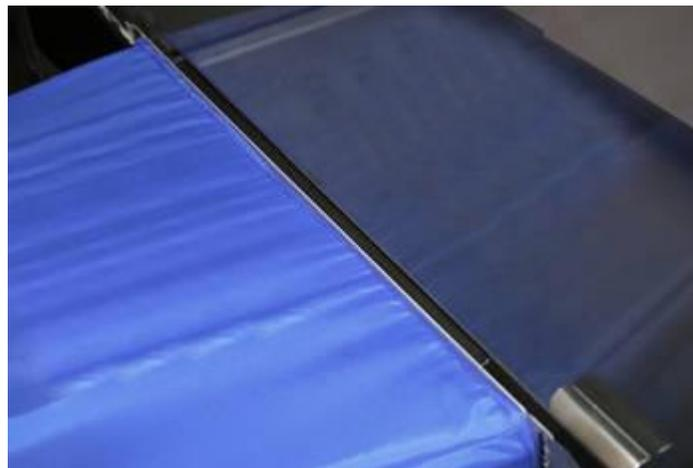

Figura 29: Bajar la Banda del Gabinete Hasta que se Apoye en el Borde de la Espuma del Marco de Campana
6. Bajar la banda del gabinete hasta que descansa al borde de la espuma del marco de la campana (ver Figura 29).